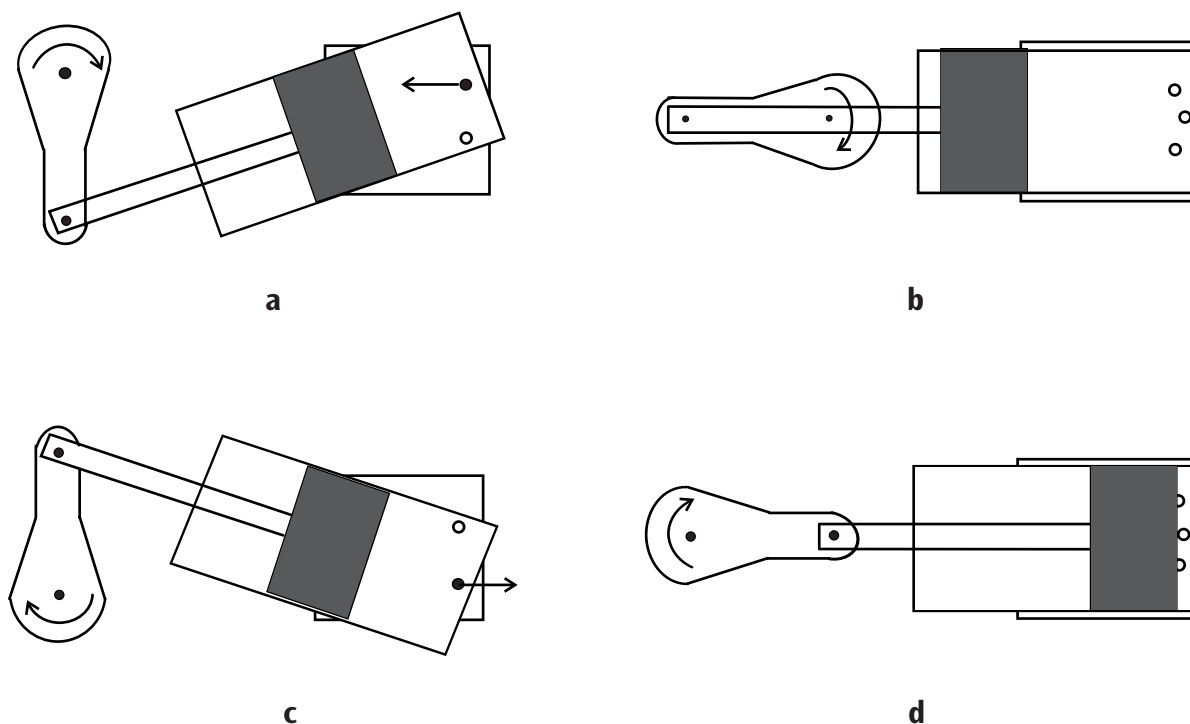

Fig.1: Ciclo de trabalho da máquina a vapor de pistão oscilatório
de distribuição de vapor. Na caldeira aquece-se a água e é produzido o vapor. O vapor de água passa pela mangueira de injeção de vapor ⑫ através do suporte para o orifício de entrada de vapor. Assim que a abertura do cilindro encontra a entrada de vapor novo, entra vapor no cilindro e este empurra o êmbolo (fig. 1 a). Quando o cilindro chega na extremidade os canais de vapor estão então fechados. Graças à roda de impulso, supera-se esse ponto morto (fig. 1 b). Na fase seguinte o cilindro retorna
para trás, abre o orifício de saída de vapor e empurra o vapor para fora (fig. 1 c). O vapor é evacuado pela mangueira de escape ② e pelo tubo de condensação ⑩. A condensação residual é levada ao recipiente para condensação pela mangueira de condensação ①. O êmbolo atinge o ponto morto superior, no qual ambos canais de distribuição estão fechados. Após superar o ponto morto superior graças à roda de impulso, o vapor volta a ser introduzido e o processo repete-se desde o início (fig. 1 d).